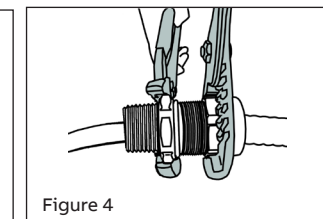
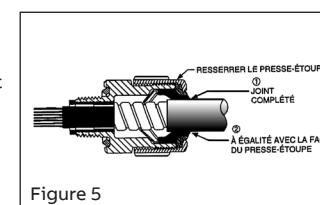

Figure 4
Figure 5
- Serrez l'écrou presse-étoupe jusqu'à ce que le joint soit scellé de manière appropriée ou au couple maximum (voir tableau) (Figure 4). La garniture et l'anneau de blocage doivent couvrir de manière uniforme la gaine extérieure du câble et être au niveau de la face du presse-étoupe (Figure 5). Assurez-vous que le câble demeure centré afin d'obtenir une étanchéité optimale.